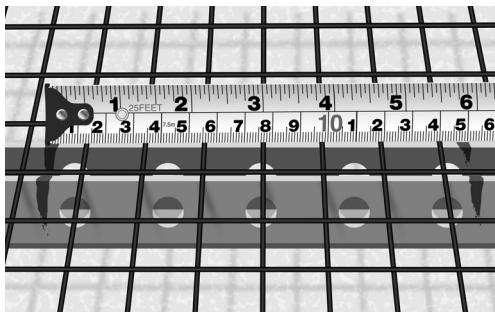

Fig. 15. Markera CC-avståndet på höönsnätet
4. Markera det beräknade CC-avståndet på höönsnätet (Fig. 15). Värmekabeln måste läggas parallellt med regelkonstruktionen.